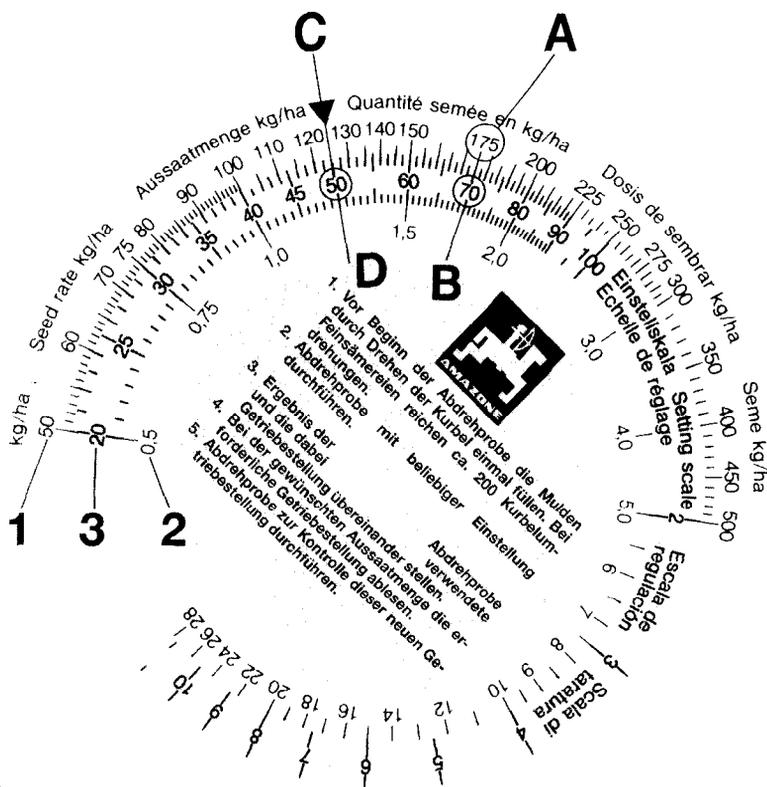

Fig. 25a
Die **erste** Abdrehprobe ergibt in der Regel noch nicht die gewünschte Aussaatmenge. Mit den Werten der **ersten** Abdrehprobe kann jedoch die richtige Getriebe-Einstellnummer leicht mit Hilfe der beiliegenden Rechenscheibe (Fig. 25a) ermittelt werden. Die Rechenscheibe besteht aus drei Skalen. Eine äußere weiße Skala (Fig. 25a/1) für alle Aussaatmengen über 30 kg/ha und eine innere weiße Skala (Fig. 25a/2) für alle Aussaatmengen unter 30 kg/ha. Auf der mittleren farbigen Skala (Fig. 25a/3) sind die Getriebe-Einstellnummern von 1 - 100 angegeben.
- Die Aussaatmenge 175 kg/ha (Fig. 25a/A) und die Getriebe-Einstellnummer "70" (Fig. 25a/B) auf der Rechenscheibe übereinander stellen.
- Lesen Sie nun auf der Rechenscheibe die Getriebe-Einstellnummer für die gewünschte Aussaatmenge von 125 kg/ha (Fig. 25a/C) ab. In unserem Beispiel ist das die Getriebe-Einstellnummer "50" (Fig. 25a/D).